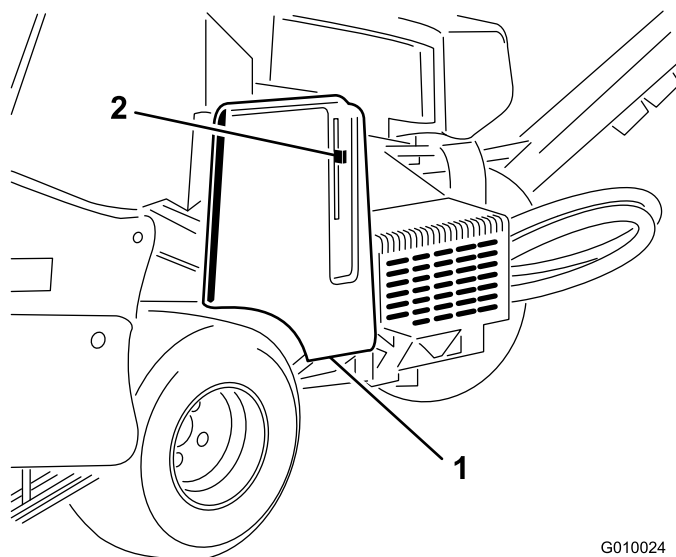

Рисунок 60
2. Расфиксируйте и снимите крышку ремня (Рисунок 60).